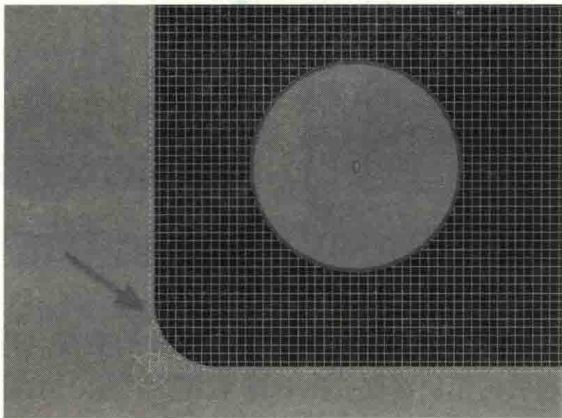

图 12-42 板框的倒圆角
(6) 考虑到是开发板，到时候生产出来就是一个 PCBA 板子，可能尖尖角会割到手，可以把 4 个角各倒一个半径为 1mm 的圆弧，如图 12-42 所示。